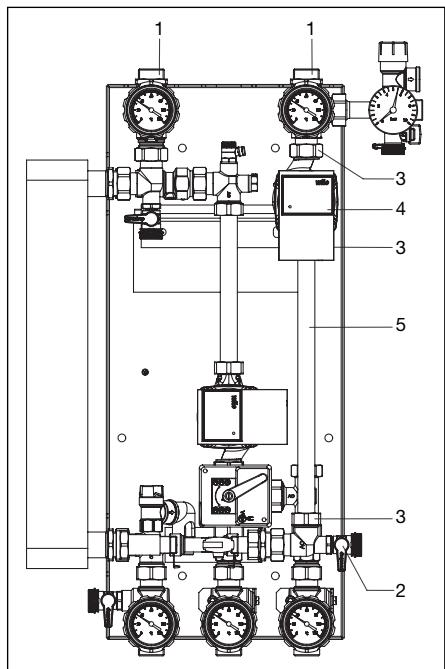

Fig. 5.1 Smontare i componenti del circuito solare
- Smontare i componenti disponibili del circuito solare (Fig. 5.1)**
1. Arrestare il circuito solare, quindi chiudere le valvole a sfera (1).
2. Svuotare completamente il circuito primario tramite la valvola di riempimento e di svuotamento (2).